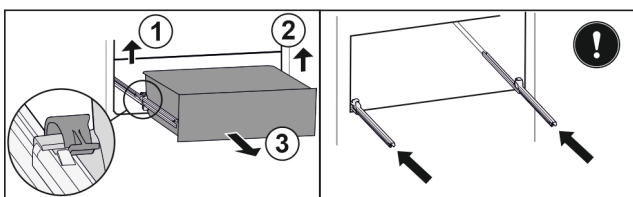

Fig. 37
- ▶ Linker klem optillen en gelijktijdig lade links naar voren trekken. Fig. 37 (1)
- ▶ Rechter klem optillen en gelijktijdig lade rechts naar voren trekken. Fig. 37 (2)
- ▶ Lade naar voren toe verwijderen. Fig. 37 (3)